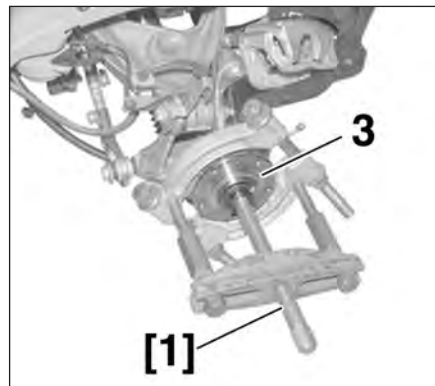

FIG.37
- Positionner l'extracteur [1] et déposer le moyeu (3) (Fig.37).